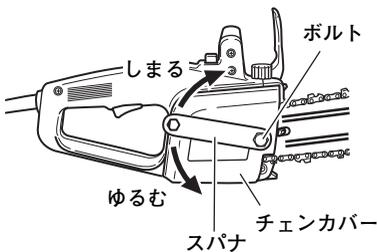

図 6
(1) 付属のスパナを使い、チェンカバーを締付けているボルトをゆるめてください。(図6)
(4) 調整が終了したら、チェンカバー締付け用のボルトを十分締付けてください。(図6)